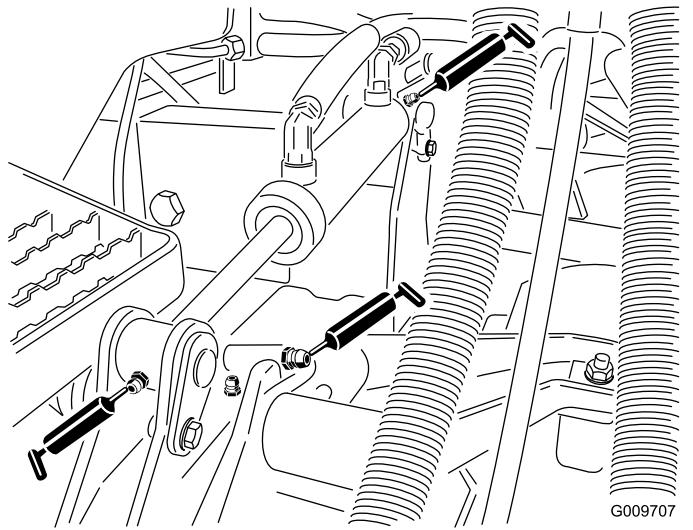

Figura 53
- Casquilhos do braço de elevação (1 por unidade de corte), como se mostra na Figura 53
- Casquilhos do cilindro de elevação (2 por unidade de corte), como se mostra na Figura 53